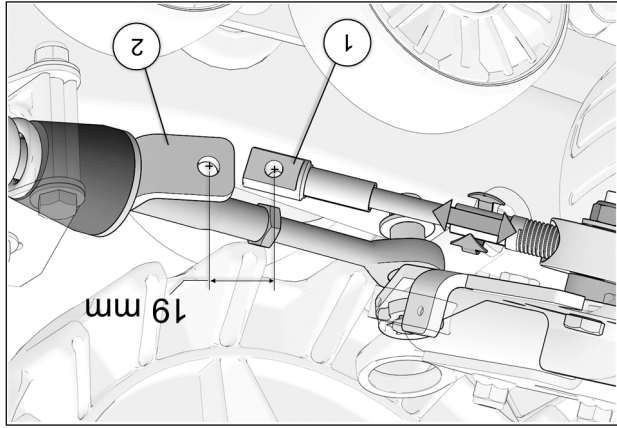

Fig. 27
15. Tourner le volant du véhicule au maximum de la course du côté gauche. En maintenant une pression au volant, ajuster le câble (en vissant ou dévissant pour ajuster la longueur). Voir la Fig. 27
16. Obtenir une distance de 19 mm [$\frac{3}{4}$ po.] du centre de l'extrémité du câble (1) au centre de l'extrémité du support de fixation (2). Voir la Fig. 27